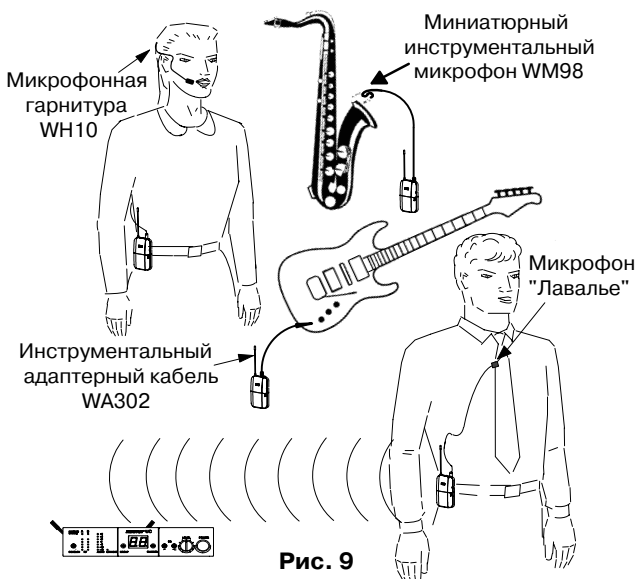

Рис. 9
3. Закрепите микрофон "Лавалье" или конденсаторный микрофон WM98 в необходимом положении (Рис. 9).
ходимом положении (Рис. 9).